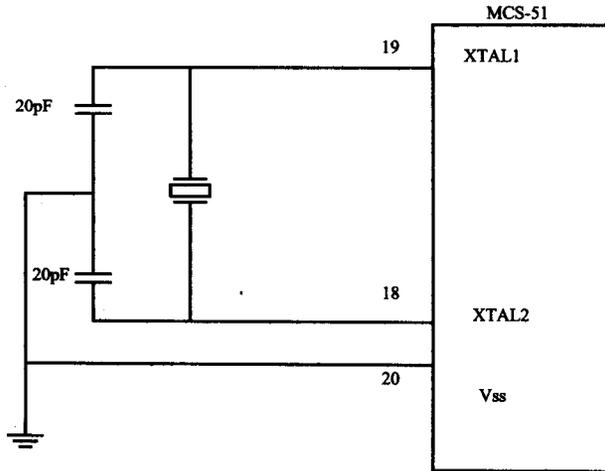

图 1.4 振荡电路
2) 两引脚之间接一个石英晶体 (crystal), 内部振荡器即可产生单晶片工作所需的时钟信号, 参考电路如图 1.4 所示;